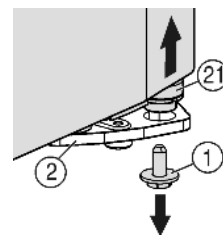
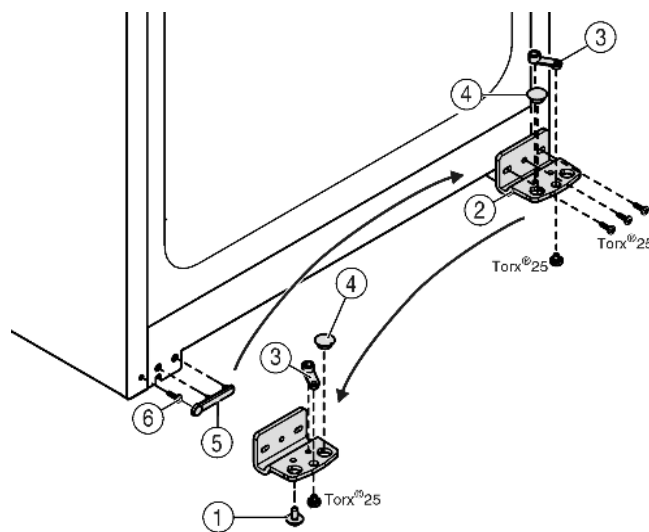

Fig. 4
Fig. 5
- ▶ Внизу справа на опорном кронштейне выкрутите фиксирующий винт Fig. 4 (1).
- ▶ Опорный палец Fig. 4 (21) можно извлечь из опорного кронштейна Fig. 5 (2).
- ▶ Если установочный винт Fig. 4 (21) не откручивается, его можно вынуть, нажав на него снизу.
- ▶ Открутите опорный кронштейн Fig. 5 (2).
- ▶ Открутите опорную деталь Fig. 5 (3) и, переставив в отверстие на противоположной стороне опорного кронштейна, снова прикрутите.
- ▶ Извлеките заглушку Fig. 5 (4) из опорного кронштейна и переставьте ее в отверстие на противоположной стороне опорного кронштейна.
- ▶ Осторожно снимите крышку со стороны ручки Fig. 5 (5).
- ▶ Выкрутите болт Fig. 5 (6) и вкрутите на противоположной стороне.
- ▶ Снова установите крышку Fig. 5 (5).
- ▶ Снова прикрутите опорный кронштейн Fig. 5 (2) на новой стороне шарнира (**с моментом 4 Нм**). При необходимости используйте аккумуляторный шурупверт.
- ▶ Вкрутите фиксирующий винт Fig. 4 (1) вниз в опорный палец и затяните (с моментом 4 Нм).